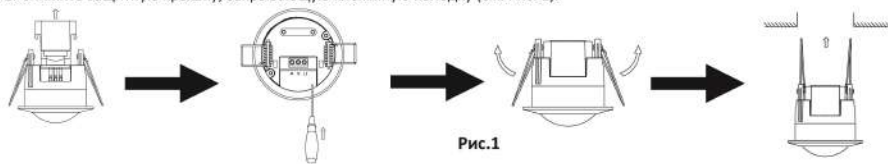

Рис.1
2. Снимите защитную крышку, закрывающую клеммную колодку (см. Рис. 1).